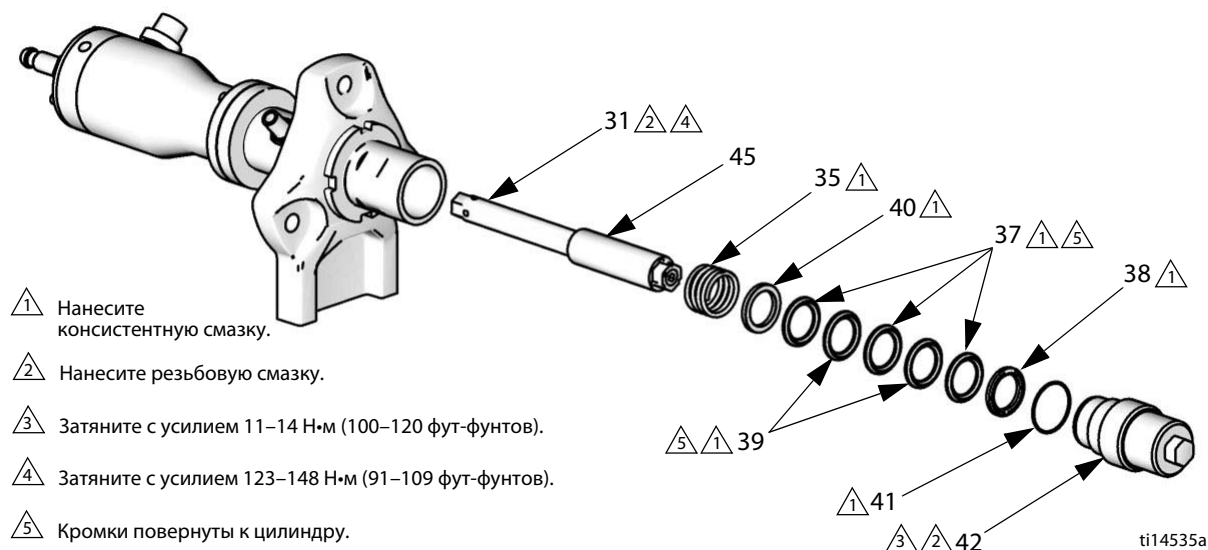

Рис. 14. V-образные уплотнения поршня
5. Извлеките узел поршня/штока из нижней части цилиндра (27).
6. **Модели с V-образными уплотнениями.** Снимите уплотнения поршня (37, 39), сальники (38, 40) и пружину (35). См. раздел Рис. 14 на стр. 16.